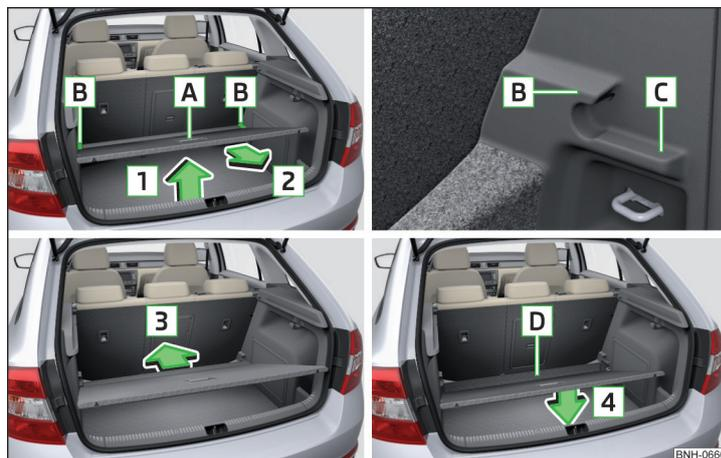

Fig. 97 Ajustar el suelo de carga variable en la posición superior/inferior
- Levantar el suelo de carga variable en el mango **A** en el sentido de la flecha **1** y desplazarlo en parte hacia el sentido de la flecha **2** » fig. 97.